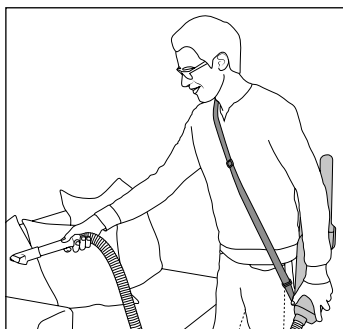

Abb. 12
- Wir empfehlen Ihnen den Tragegurt ②⑦ über Ihren Kopf auf eine Schulter abzulegen (siehe Abb. 12).